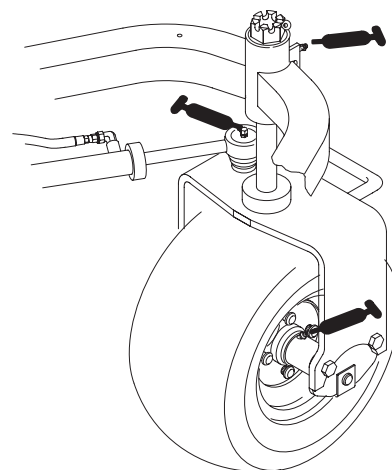

Figure 41
- Moyeu de roue arrière (1)
- Roulement de pivot (1)
- Vérin de direction (2) (Fig. 41)